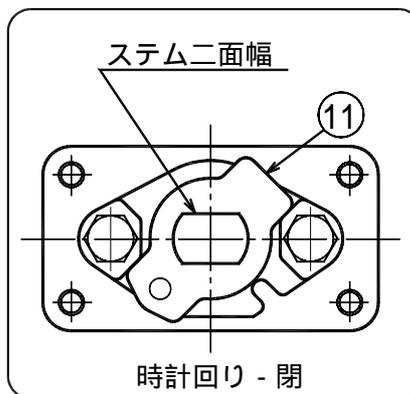

図 2
- 10) 図 2 を参照して，ステム の二面幅方向を確認し，時計方向に回すと閉になるようにストoppa を取り付ける。